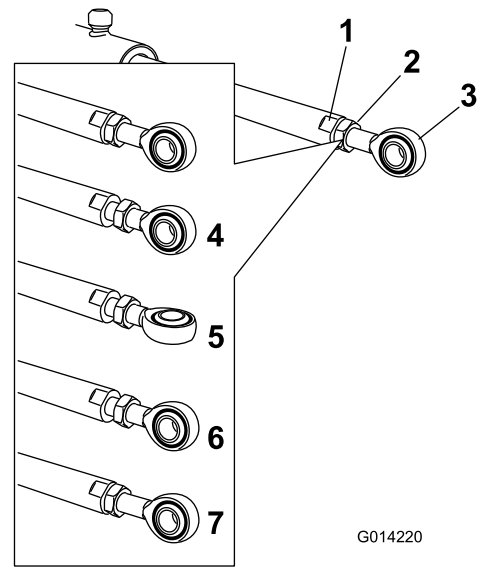

Bild 14
6. Drehen Sie die Ösenstange in der Aktuatorstange, um den ausgefahrenen Aktuator auf die gewünschte Stellung zu verlängern oder zu verkürzen (Bild 14).
5. Arretieren Sie die flachen Seiten der Aktuatorstange mit einem Schraubenschlüssel und lösen Sie dann die Klemmmutter, damit Sie die Ösenstange manipulieren können (Bild 14).